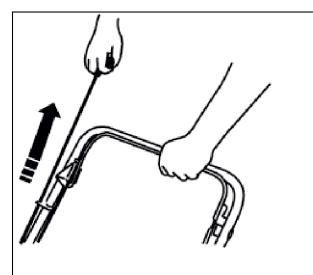

Рис. 12
3. Потяните за ручку стартера до ощущимого сопротивления, затем резко дерните за ручку стартера (Рис. 12). Двигатель запуститься. Нож начнет вращаться одновременно с запуском двигателя. Если двигатель не запустился с первого раза, продолжайте процедуру запуска двигателя.